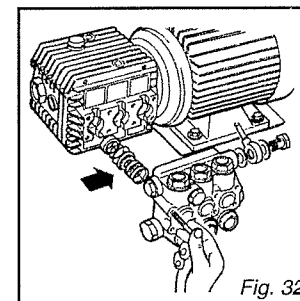

Fig. 32
Si l'on constate une chute de pression imputable à la pompe, remplacer le paquet de joints de chaque piston (fig.32).
En caso de que se observe un descenso de presión atribuible a la bomba, cambie el paquete de guarniciones relativo a cada pistón (fig.32).
• (Abb. 32).